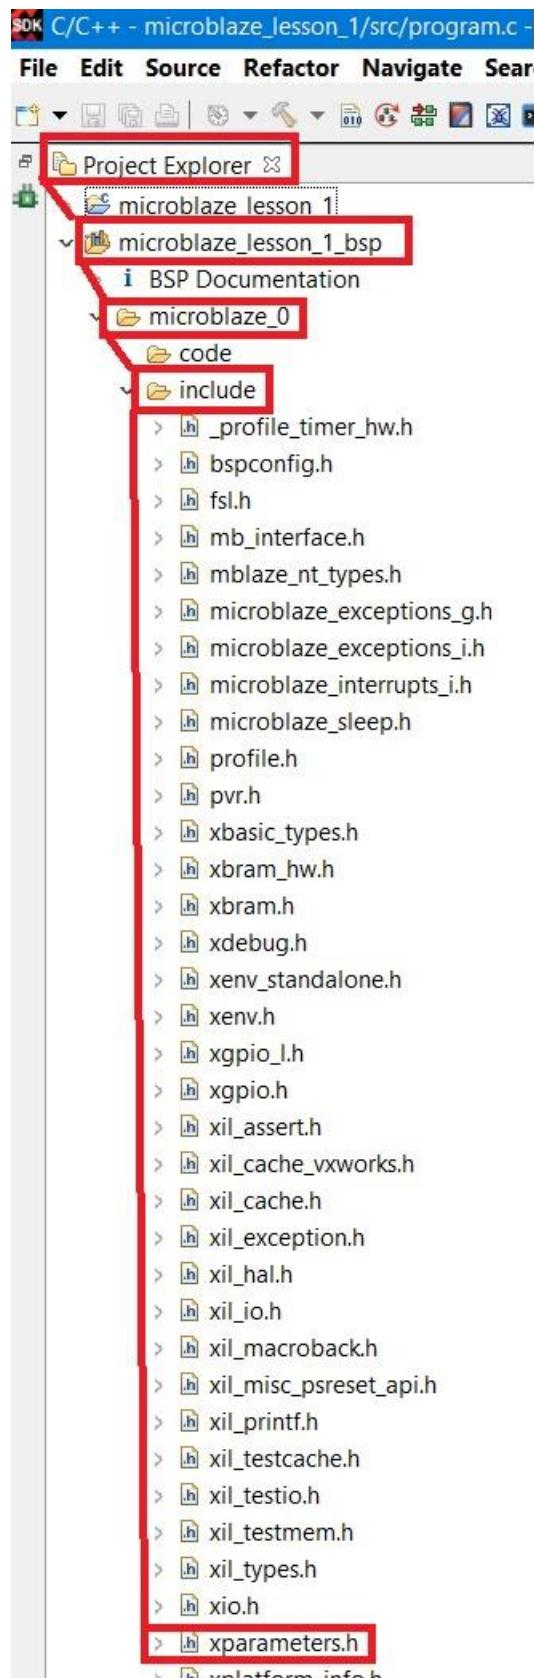

Рисунок 64 Расположение файла xparameters.h
Файл xparameters.h является одним из наиболее важных файлов, который содержит адреса и номера устройств на шине нашей процессорной системы. Именно в нём определён номер (ID) нашего GPIO - XPAR_GPIO_0_DEVICE_ID. Если бы GPIO модулей было бы несколько, то для каждого из них было бы отдельное описание параметров адреса, ID и т.д. Файл xparameters.h можно найти (рис. 64) в Project Explorer – название_приложения_bsp – процессор – include